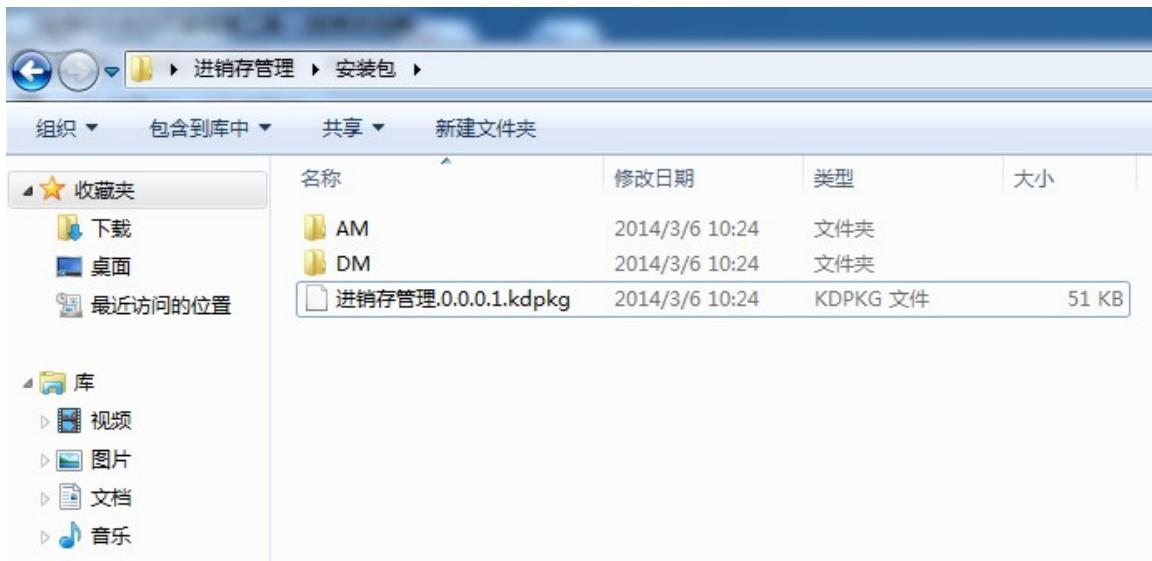

图 12-2-1 打包后的安装文件
- 1、将打包过程中生成的文件包复制到目标数据中心所在的服务器，双击安装文件就可以进行部署了，如图 12-2-1 所示。